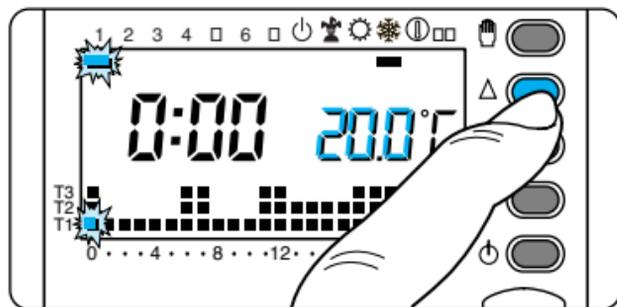

Fig. 37
8.4 - Mediante il pulsante ∇ oppure \triangle (fig. 37) selezionare il livello di temperatura desiderato; premere quindi il pulsante